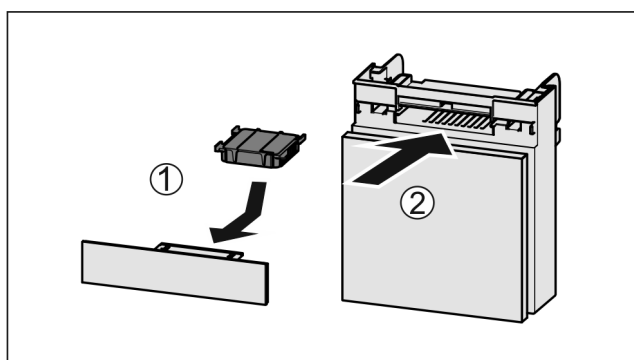

Fig. 233
- ▶ Filtr s aktivním uhlím vložte podle vyobrazení Fig. 233 (1).
- ▶ Zásuvku zasuňte Fig. 233 (2).